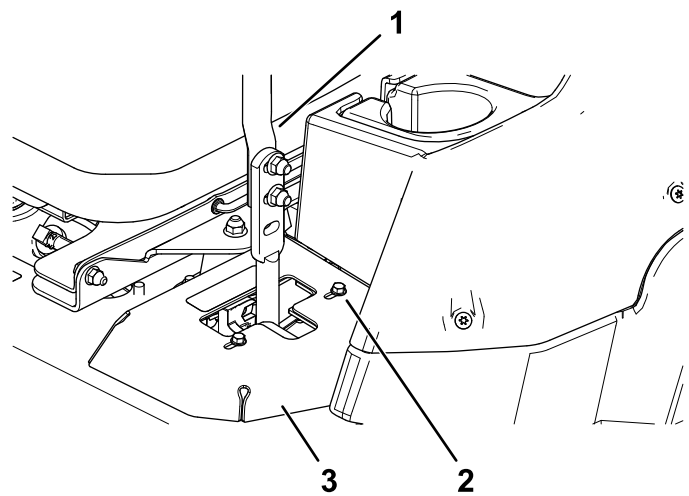

Figure 51
- Si la machine se déporte à droite, desserrez les boulons et reculez la plaque de butée gauche dans la fente en T gauche, jusqu'à ce qu'elle se déplace en ligne droite (**Figure 51**).
- Si elle se déporte à gauche, desserrez les boulons et reculez la plaque de butée droite dans la fente en T droite, jusqu'à ce qu'elle se déplace en ligne droite (**Figure 51**).
8. Serrez les boulons de la plaque de butée (**Figure 51**).